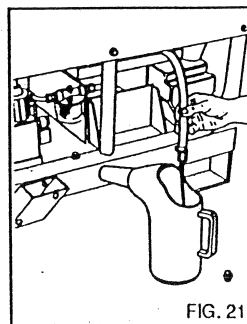

FIG. 21
1) Estrarre il tubo flessibile dello scarico olio A (fig. 21).
2) Togliere il tappo del tubo flessibile B (fig. 21).